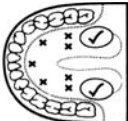

Abbildung 2
- Orale Anwendung:** Legen Sie das Thermometer unter die Zunge, wie in der Position in Abbildung 2 gezeigt. Schließen Sie Ihren Mund und atmen Sie gleichmäßig durch die Nase, um zu verhindern, dass die Messung durch eingeatmete/ausgeatmete Luft beeinflusst wird.